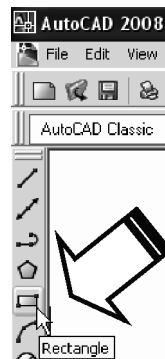

Fig. 2.3
4. Cu butonul stâng al mouse-ului se selectează pictograma comenzii **Rectangle** din meniul grafic **Draw**, situat în partea stângă a ecranului – Fig. 2.3. Se va desena un dreptunghi de dimensiuni 32x18.
8. Se selectează pictograma comenzii **Rectangle** din meniul grafic **Draw** – Fig. 2.3. Se va desena un dreptunghi de dimensiuni 7x3. Dialogul va fi: